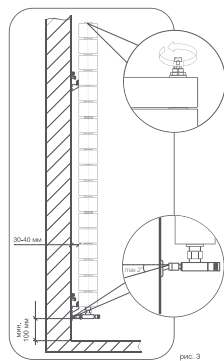

рис. 3
**1. Для эффективной работы радиатора необходимо соблюдать монтажные расстояния, указанные на рис. 3.**
**!** Во избежание аварии допустимо отклонение оси коллектора радиатора от подводящих труб не более 2° (рис. 3).